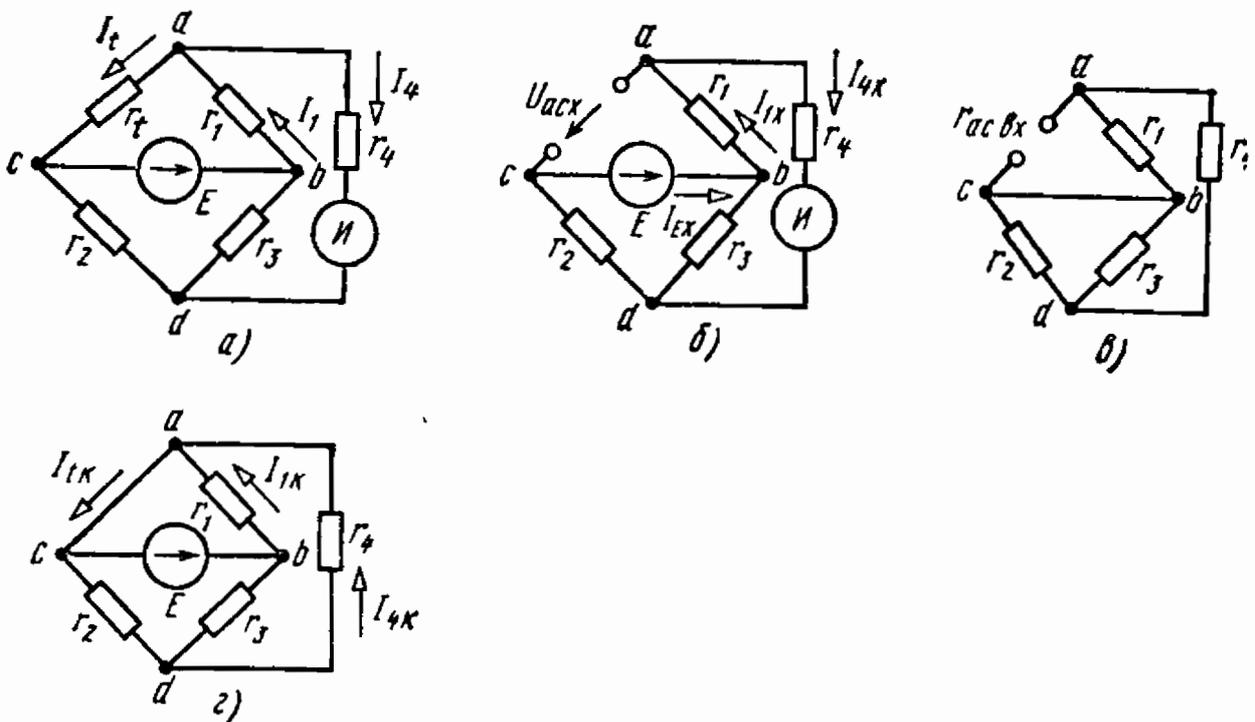

Рис. 1.39
1.39. Определить токи в термочувствительном элементе r_t и измерительной диагонали моста с сопротивлением r_4 (рис. 1.39, а) при температуре $t = 80^\circ\text{C}$, если заданы э. д. с. $E = U_{\text{вх}} = 1\text{ В}$ и сопротивления $r_1 = 100\text{ Ом}$, $r_3 = 1000\text{ Ом}$; термочувствительный элемент выполнен из меди и при 0°C имеет сопротивление $r_0 = 53\text{ Ом}$.
Для определения тока I_t воспользуемся методом эквивалентного генератора. Разомкнем ветвь ac (рис. 1.39, б) и определим
Из схемы рис. 1.39, в определяем сопротивление r_{acvx} :
Для схемы рис. 1.39, а ток измерительной ветви пусть будет неизвестным током $I_4 = I_n$, а ток ветви с термометром $I_t = I_m = 5,8$ мА. Тогда уравнение (1.5) можно записать в таком виде:
Значение тока I_{4x} было определено ранее при рассмотрении схемы рис. 1.39, б: $I_{4x} = I_{1x} = 0,79$ мА. Для определения токов короткого замыкания $I_{4к}$ и I_{tk} замкнем накоротко ветвь с сопротивлением r_1 (рис. 1.39, в):
Значение входного сопротивления $r_{асвх}$ определим из схемы рис. 1.39, в.